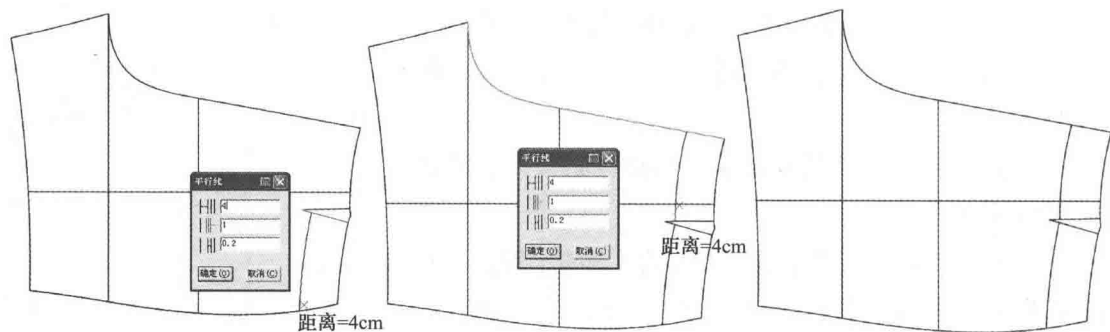
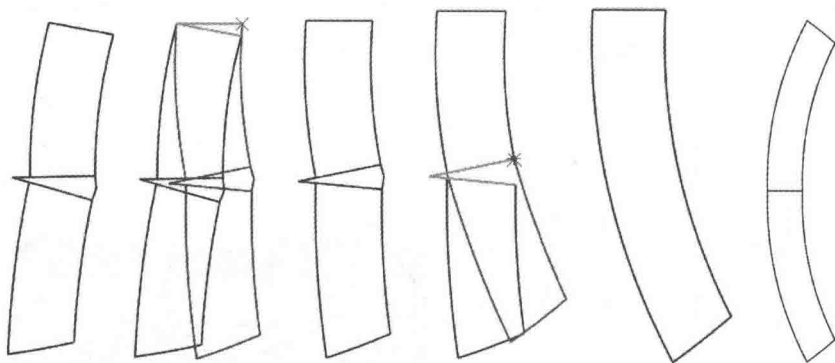

图 7-122 画后腰头步骤 1
图 7-123 画后腰头步骤 2
(42) 后腰头(图 7-122、图 7-123)。
- ①选择  【智能笔】工具按住【Shift】键, 进入【平行线】功能。输入腰头宽 4cm。
- ②选择  【移动】工具按住【Shift】键, 进入【复制】功能。将后腰头部分复制在空白处。
- ③选择  【旋转】工具按住【Shift】键, 进入【旋转】功能。水平校正后腰头。